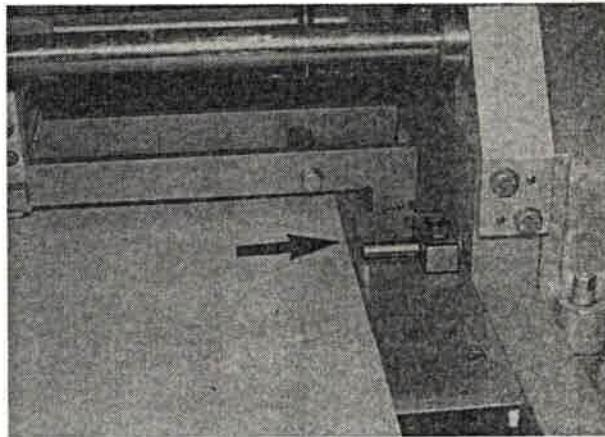

Bild 247
– in eine Position bringen, in der der abgezogene Einwickler (ohne Falten zu werfen) am Anschlag (Bild 247/Pfeil) anliegt.